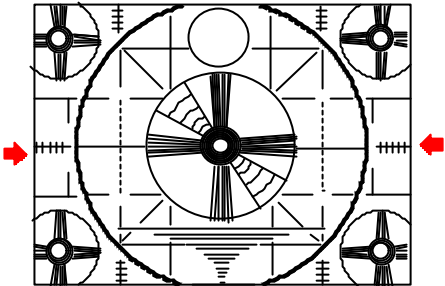

Fig.1-1
- 2.左右の水平目盛りが等しくなるようにリモコンの「音量 + ・ -」キーにて調整する (Fig1-1)